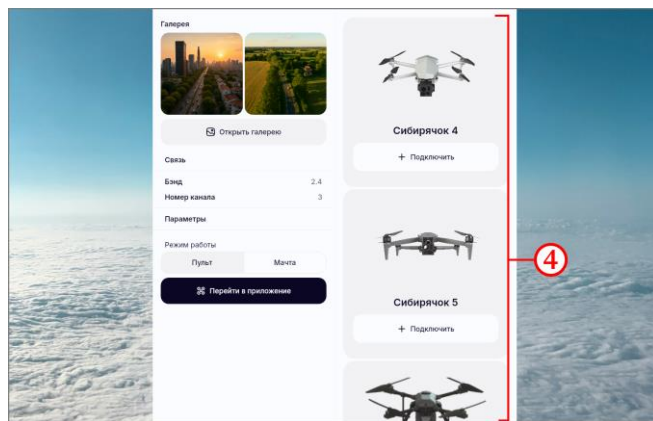

Рисунок 27
- убедиться, что на экране присутствуют доступные для подключения дроны в количестве пяти штук, выполнив вертикальную прокрутку списка БПЛА (для ПЭВМ с ОС Linux прокрутка выполняется зажатой левой кнопкой мыши) (рисунок 27, шаг 4);